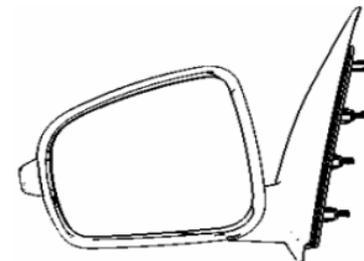

Figura 3.1.10.8
i. Luz de techo interna (ver Figura 3.1.10.9)